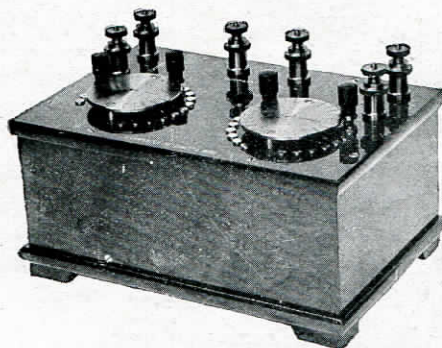

FIG. 39
- Boîte** pour la mesure des **capacités** (méthode du pont de Sauty) (*figure 39*) comprenant :